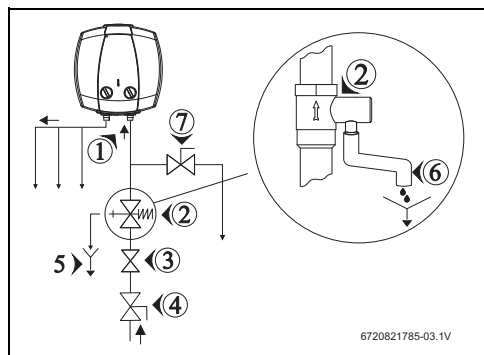

Fig. 9 Raccordement d'eau
- Monter la soupape de sécurité sur le raccordement d'eau froide du ballon d'eau chaude sanitaire (→ fig. 9 et 10).
Lorsque la pression d'eau est supérieure à 80% de la pression maximale du ballon d'eau chaude sanitaire (6,4 bars), installer une soupape de réduction de pression (→ fig. 9).
- Fermer la vanne d'arrêt de l'eau (→ fig. 9).